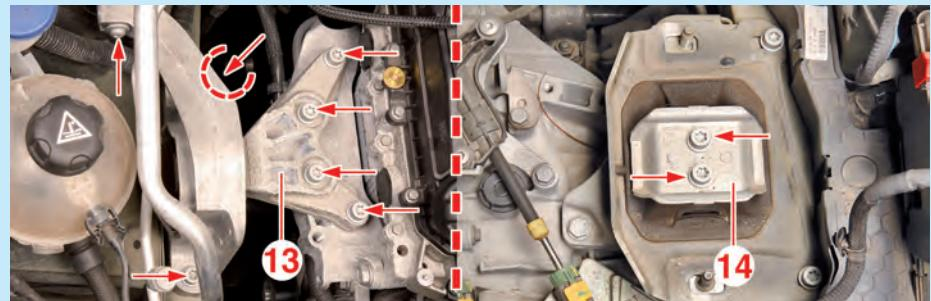

Fig.6
- Déposer (Fig.6) :
- le silentbloc du support moteur droit (13),
- le silentbloc du support de boîte de vitesses (14).